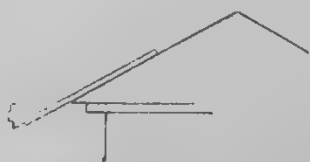

Рис. 8. Снижение крепится к изолятору, который должен стоять головкой вверх.
15. Устройство снижения и крепление провода ясно из рис. 8 и 9. Снижение не должно быть натянуто. Это излишне нагру-